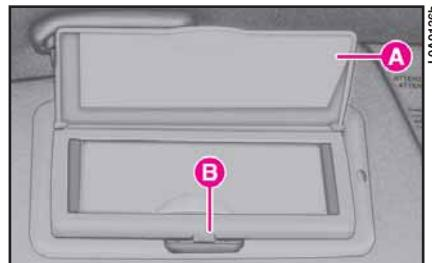

fig. 38
1) abra la tapa del espejo A (fig. 38);